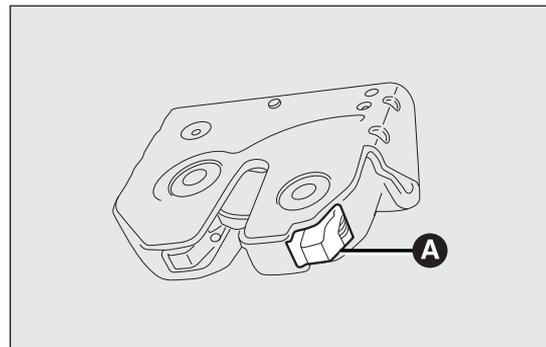

fig. 72
- pour effectuer le déblocage mécanique du hayon en intervenant de l'intérieur du compartiment à bagages, actionner le levier A fig. 72.